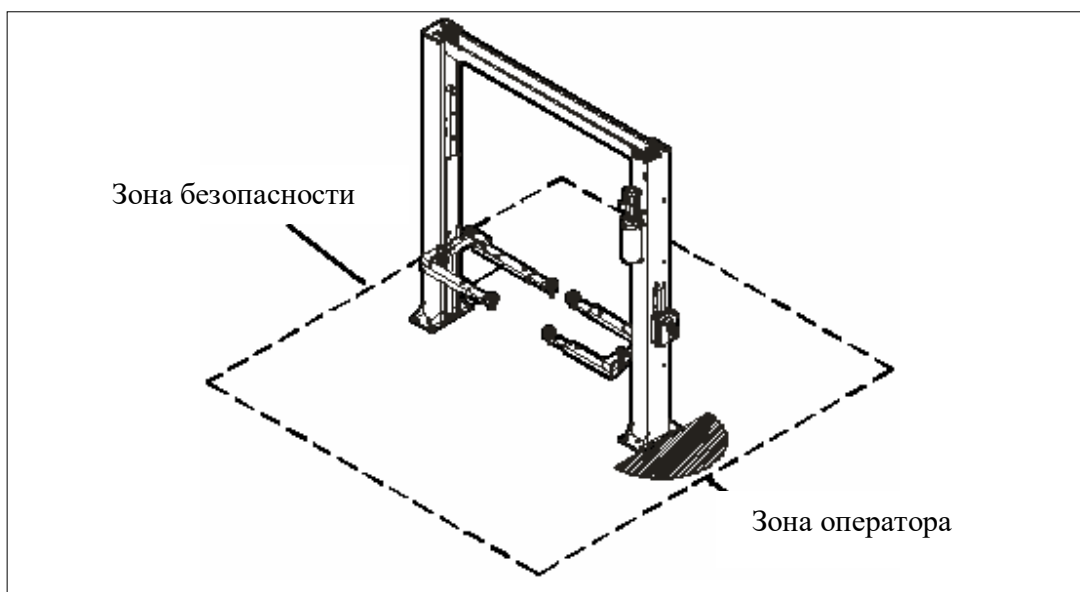

Рис. 13. Зоны эксплуатации
- Люди находились за пределами зоны эксплуатации во время подъема автомобиля (см. Рис. 13);